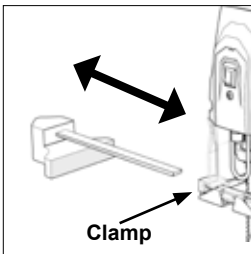

Abb. 11
- Die Klemme in der erforderlichen Betriebsposition entweder an der rechten oder linken Seite der Fußplatte der Maschine direkt vorm Sägeblatt positionieren. **(Abb. 11)**.
- Den Arm der Parallelkantenführung durch die Klemme und die beiden (2) rechteckigen Schlitze in der Fußplatte schieben.